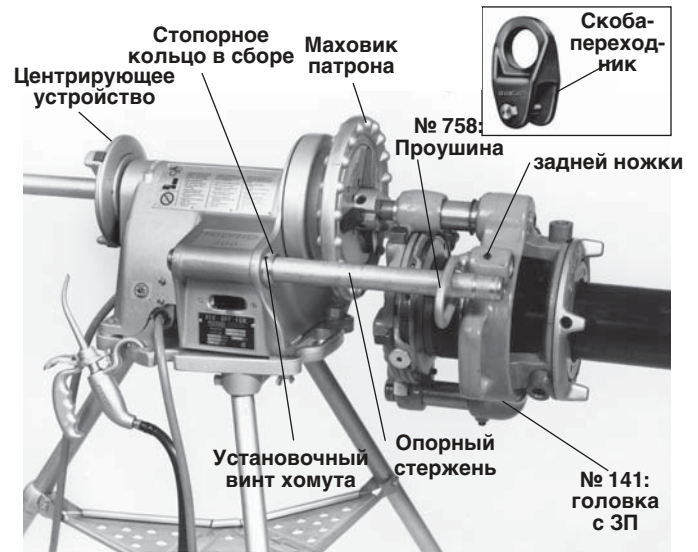

Рисунок 19 – Головка №141 установлена на силовой привод
4. Головки № 141 с ЗП (рисунок 19) – Вытащите опорный стержень со стороны выключателя и прикрепите стопорное кольцо к корпусу силового привода с помощью установочных винтов.
5. Головки № 141 с ЗП (рисунок 19) – Наденьте проушину № 758 на опорный стержень и прикрепите к проушине редуктора с помощью установочного винта.
ВНИМАНИЕ! Используйте скобу-переходник № E-3675 (рисунок 19) вместо проушины № 758 для всех головок 4Р без отверстия для проушины в редукторе.